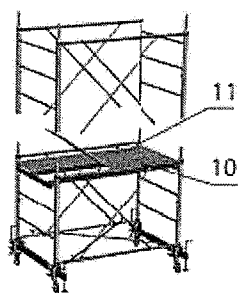

рис. 3
2.2.2.4. Установить настилы с люком (10) и без люка (11) на верхние перекладины лестниц и аналогично собрать следующую секцию (рис. 3).